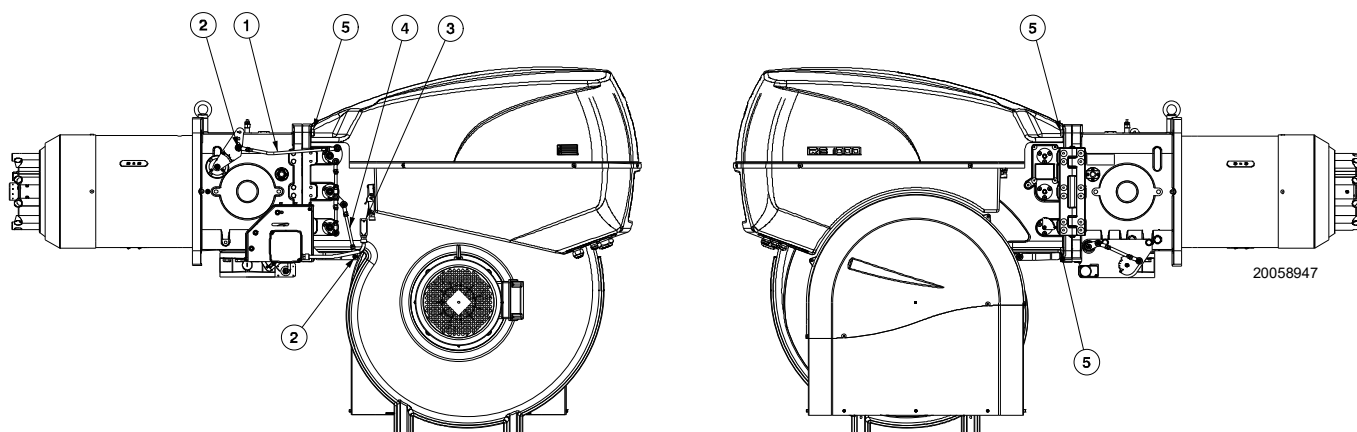

Fig. 34
- Enlever les tirants 1) et 4)(Fig. 34) du levier de déplacement de la tête et d'ouverture des volets en desserrant les écrous 2).